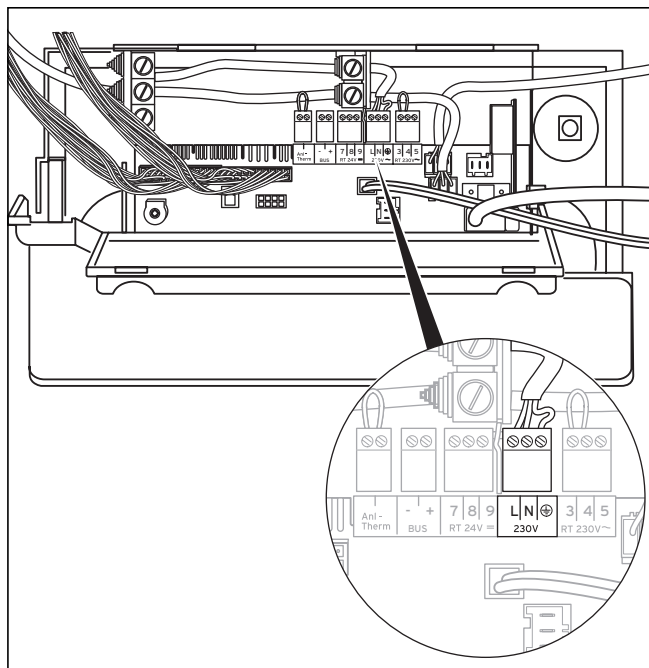

Fig. 5.11 Tilslutning af netforsyningsledning
- Før netforsyningsledningen hen til tilslutningsniveauet i kontrolboksen som vist på Fig. 5.11.